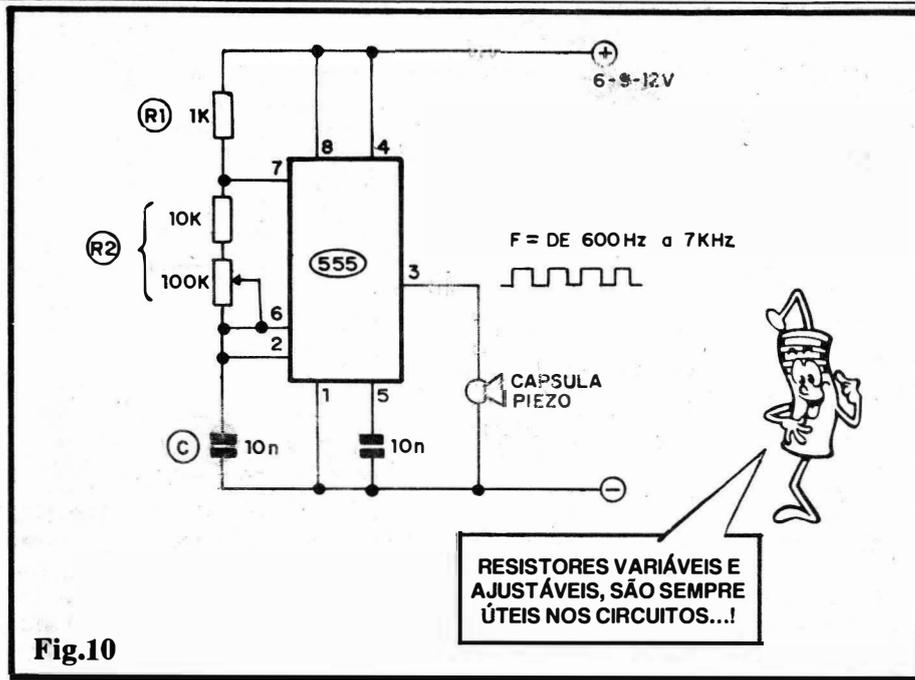

Fig.10
- FIG. 10 - UM "MONTE" DE FREQUÊNCIAS, NUM SÓ ASTÁVEL... - Quando estudamos o MONOESTÁVEL ("Aula" anterior...), vimos que, depois de conhecidas as estruturas e cálculos básicos para determinar o Período ou Temporização, nada impedia a construção de MONOESTÁVEIS com Períodos variáveis ou ajustáveis, simplesmente incluindo um potenciômetro ou trim-pot no seu conjunto RC responsável pela Constante de Tempo... Da mesma forma, no ASTÁVEL, é fácil estruturar-se um oscilador com Frequência ajustável em ampla faixa, conforme sugere o arranjo mostrado na figura... No caso, o módulo resistivo correspondente a "R2" foi substituído por um conjunto/série formado por um resistor fixo (10K, no caso...) e um trim-pot (100K, no exemplo...). Com os demais valores indicados (1K para "R1" e 10n para "C"), podemos obter, a partir do giro "de cabo a rabo" do knob do trim-pot, Frequências entre 600 Hz e 7 KHz, aproximadamente... Notem a "amplitude" da faixa, coisa não muito fácil de se obter com oscila-